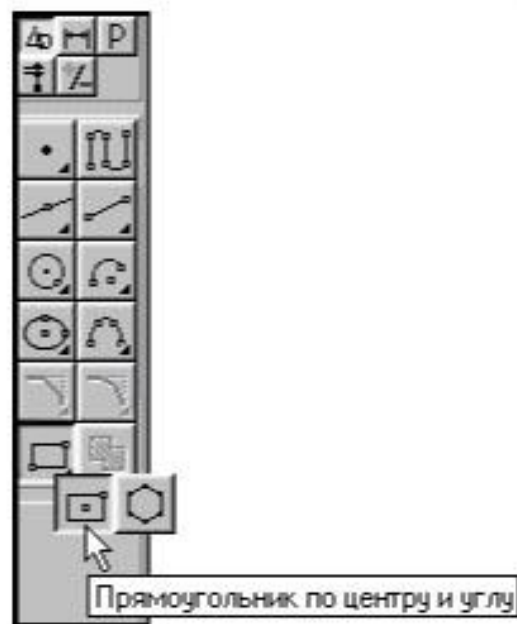

Рис. 2.11
5. Активизировать команду Прямоугольник по центру и углу на **Панели расширенных команд** ввода многоугольника (рис. 2.11).